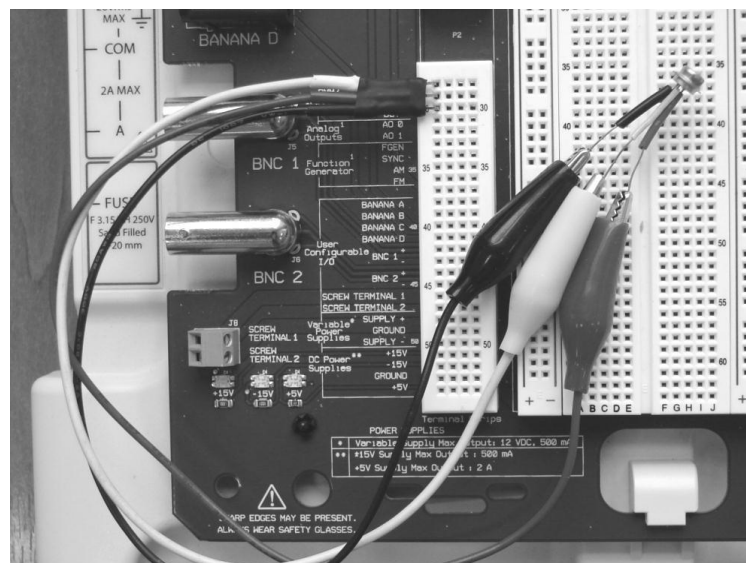

Рис. 5
4.5.1 Для исследования выходной вольт-амперной характеристики подключить переходник с тремя выводами к макетной плате. Выводы транзистора подключить к переходнику зажимами типа «крокодил» согласно цвету каждого вывода: красный провод – коллектор, белый – база, черный – эмиттер. При этом эмиттер подключается к гнезду «DUT-», база – «BASE», коллектор – «DUT+» платформы NI ELVIS II (рис. 5).